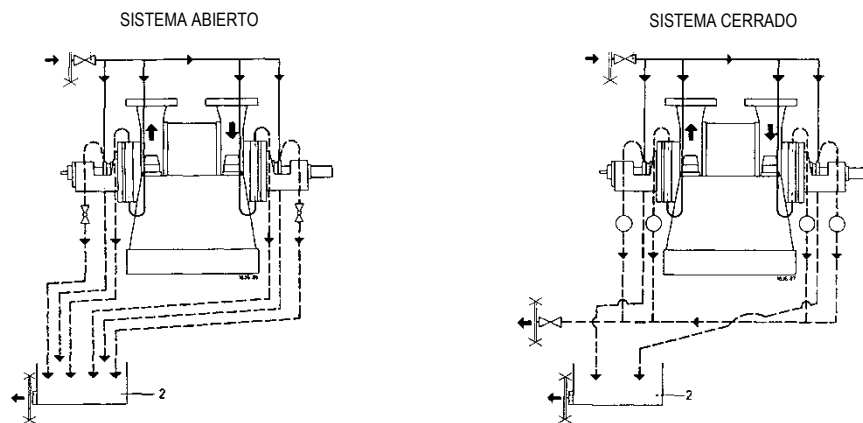

Figura 37
10.7.2.4 Para una temperatura ambiente > 45°C y una temperatura del líquido bombeado > 150°C hasta 180°C es necesario una refrigeración adicional de las carcasas de cojinete (ver figura 37).